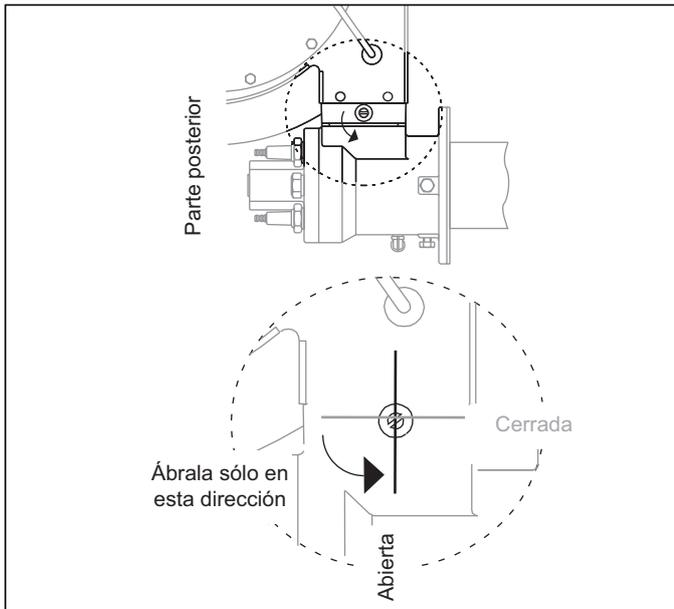

Figura 4.1 Válvula de mariposa de aire
8. Compruebe que el actuador abre la válvula de mariposa de aire hacia la parte posterior del quemador tal como se muestra en la figura 4.1. Si no lo hace, consulte la información del actuador para obtener instrucciones sobre cómo invertir la dirección.